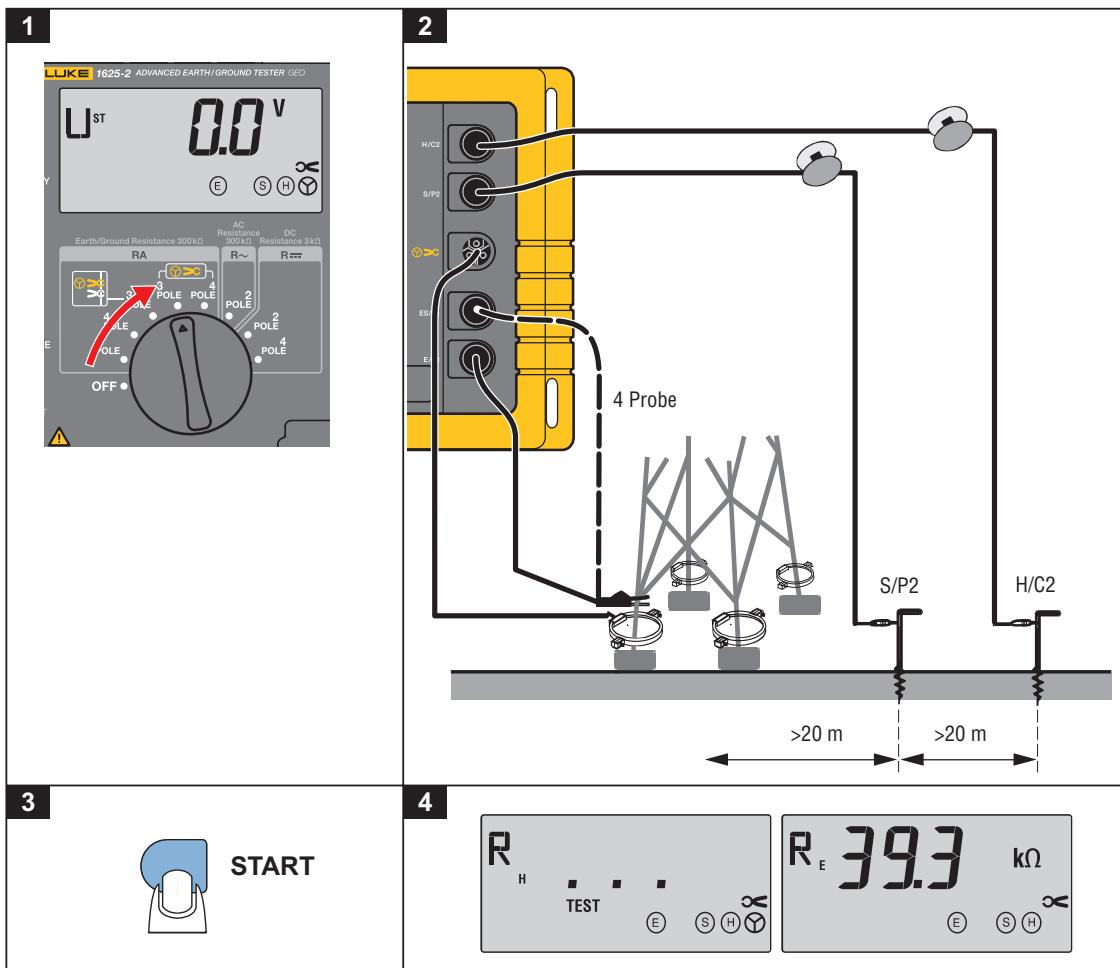

图 7. 不切断架空地线的接地电阻
本仪器所采用的新型测量方法是使用其外接变流器测量流经接地电极的真实电流，从而无需断开接地系统的连接或切断架空地线就可测量接地电极的电阻。参见图 7。
1. 将中央旋转开关转到“ R_E 三极”或“ R_E 四极”的位置。按照图 7 和显示屏上指示连接仪器。